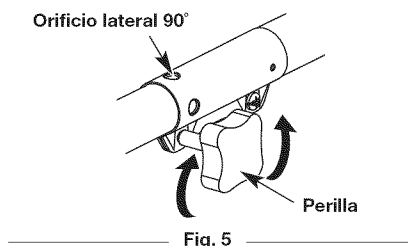

Fig. 5
- Gire la perilla en sentido antihorario para aflojarla (Fig. 5).
- Gire la perilla en sentido horario para ajustarla (Fig. 5).
Para realizar recortes decorativos con el accesorio de corte de cabezal de línea u otro accesorio, trabe el botón de desconexión del accesorio de corte u otro accesorio en el interior del agujero de 90° (Fig. 5).